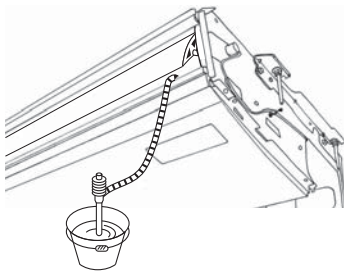

Fig. 5-3
1. Die mit der Anlage gelieferten Verbindungsrohrmuffen ⑤ am Auslauf der Anlage mit einem Klebemittel aus Vinyl Chlorid anbringen.
2. Die mit der Anlage gelieferten Rohrmuffenabdeckungen ⑥ an den Verbindungsrohrmuffen ⑤ befestigen.
3. Die Felddauslaufrohrleitung (VP-20) an den Verbindungsrohrmuffen ⑤ mit einem Klebemittel aus Vinyl Chlorid befestigen.
4. Die mit der Anlage gelieferten Rohrleitungsabdeckungen ⑦ (mit Klebeband) umwickeln.
- Ⓒ Rohrmuffenabdeckung ⑥
- Ⓓ Verbindungsmuffe ⑤
- Ⓔ Abdeckung der Auslaufrohrleitung ⑦
5. Auf einwandfreien Auslauf überprüfen. (Fig. 5-3)